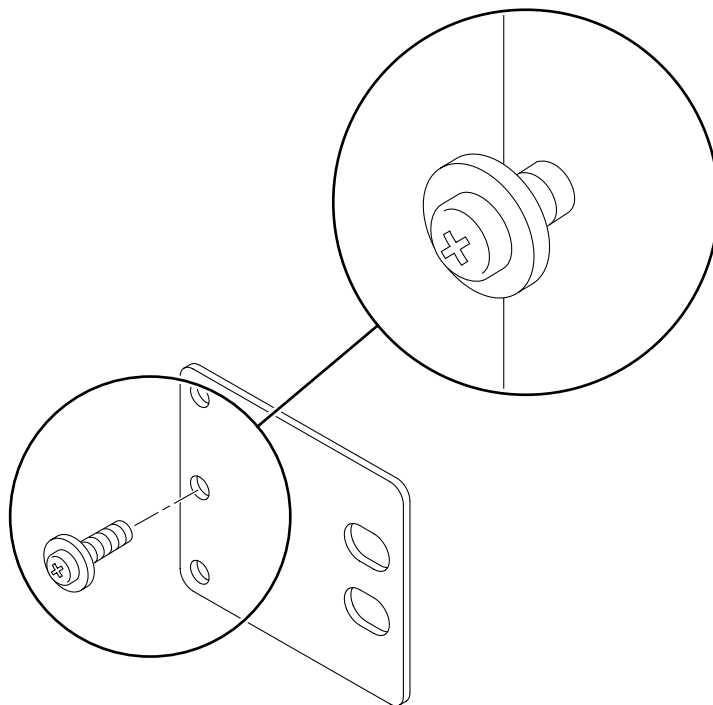

図 3-27 背面プレートの中央の取り付け位置へのねじの取り付け
- a. 各背面プレートに M5×10 SEM ねじを 1 本ずつ使用して、背面プレートの 3 つの取り付け位置のいずれかにねじを緩く取り付けます (図 3-27 を参照)。
取り付ける穴は、ラックポストの太さによって異なります。たとえば、図 3-27 では、背面プレートの中央の取り付け位置にねじを取り付けています。